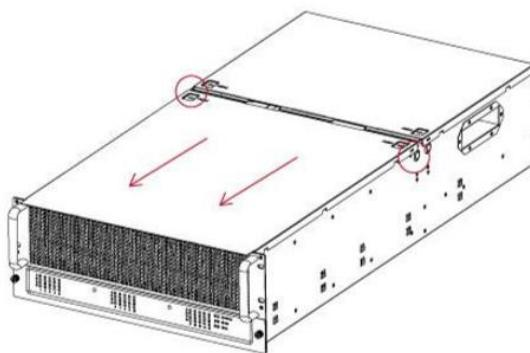

Рисунок 132 - Снять переднюю верхнюю крышку
- 3) Выдвинуть верхнюю крышку вперед, пока она не освободиться от защелки, затем извлечь ее из корпуса дискового массива (см. Рисунок 132).